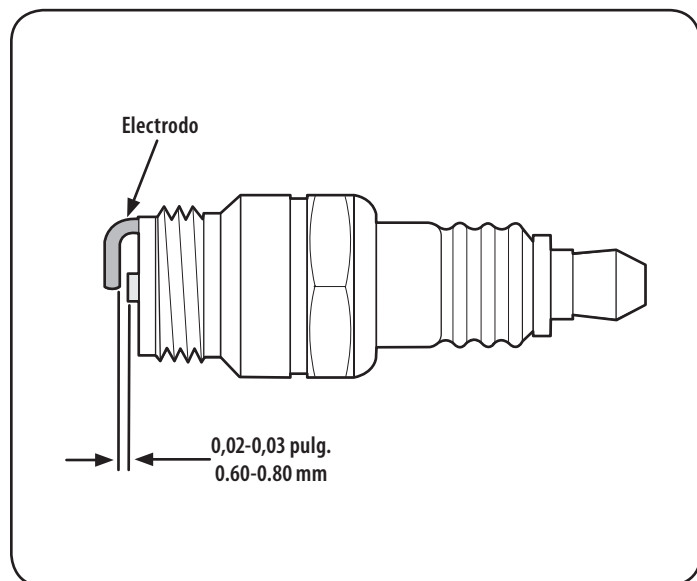

Figura 23
3. Mida la separación de bujía con un calibrador. Corrija de ser necesario torciendo el electrodo lateral. Vea la Figura 23. La separación debe establecerse en 0,030 pulg.